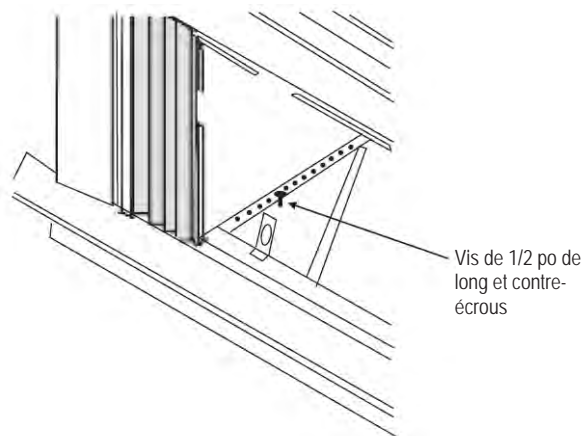

FIG. 16
3. Installez les équerres de fixation (avec les équerres pour rebord de fenêtre en place) dans le bon trou au bas du boîtier, tel qu'illustré à la figure 16.